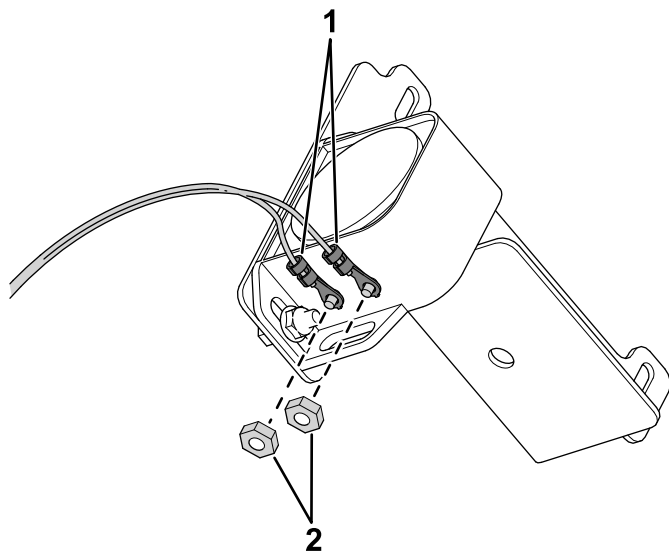

Figuur 3
4. Gebruik de bestaande bouten en moeren van de steunbeugel van de motorkap om de steunbeugel aan het frame van de tractie-eenheid te bevestigen (Figuur 3).